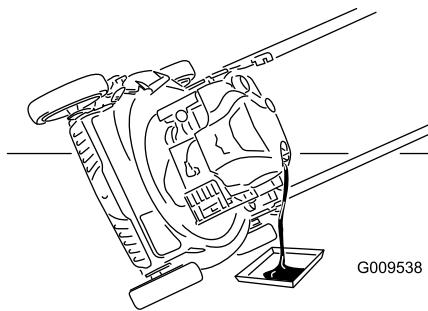

Рисунок 25
3. Для слива отработанного масла через маслозаливной патрубок переверните машину набок воздушным фильтром вверх (Рисунок 25).